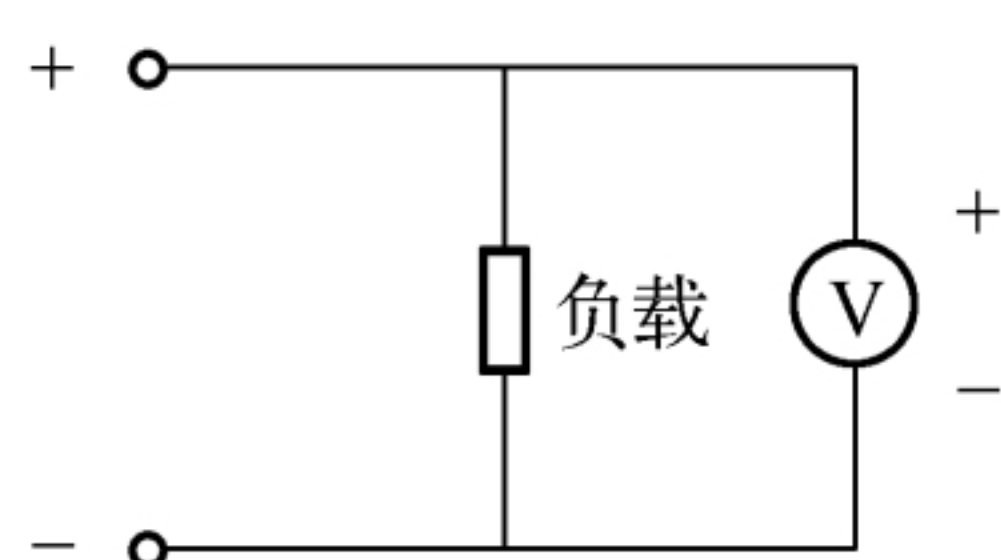
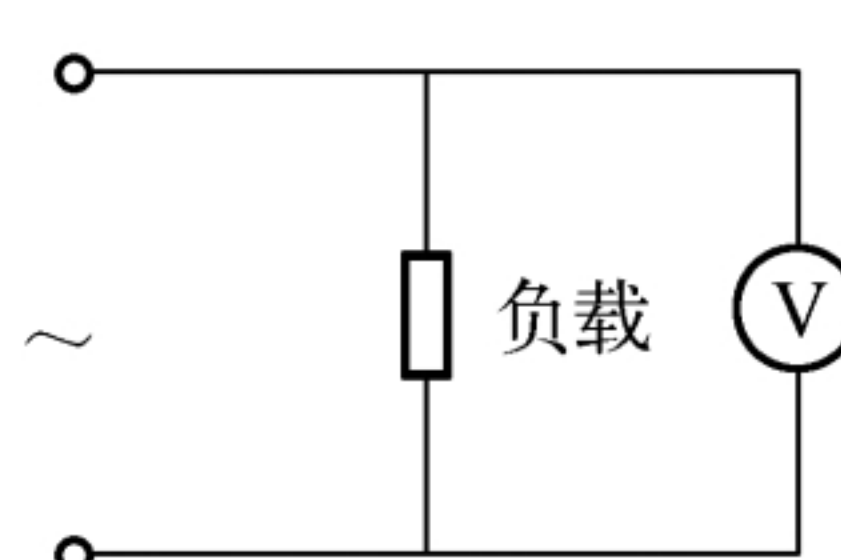

图 1-16 直流电压的测量
图 1-17 交流电压的测量
(1) 测量线路电压时，必须将电压表与被测电路并联，使用电压表测量电压的接线方法如图 1-16 和图 1-17 所示。